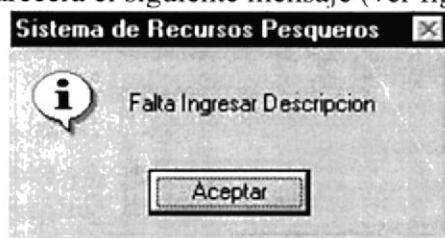

Figura 9.70 Mensaje Ingresar descripción
3. Si se ha realizado un ingreso o una modificación y no escribió la descripción del Tipo de Cliente aparecerá el siguiente mensaje (ver figura 9.70).